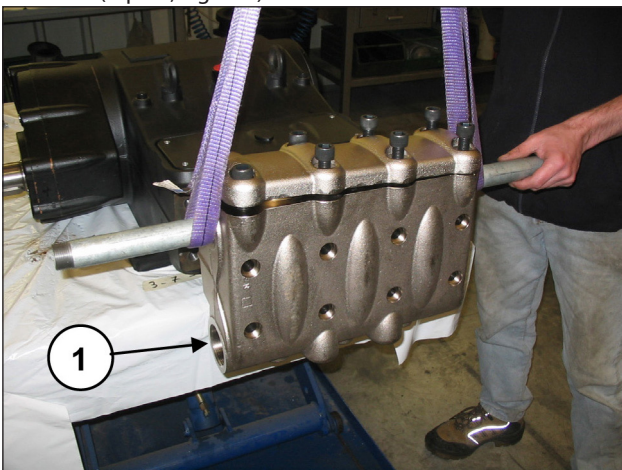
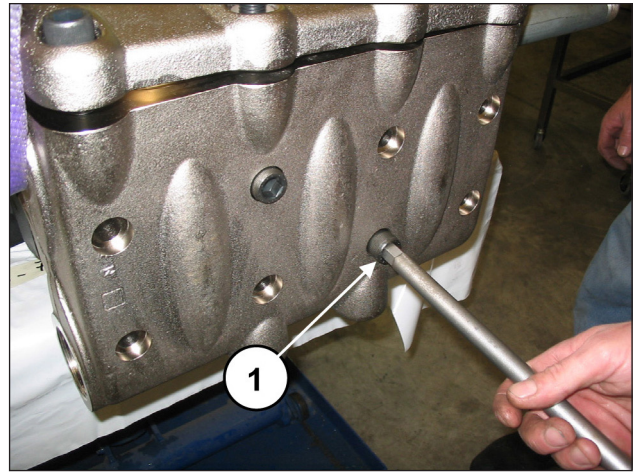

Fig. 107
Fig. 108
Monter la tête sur le carter de pompe (rep. ①, Fig. 107) en ayant soin de ne pas heurter les pistons puis visser les 8 vis M16x180 (rep. ①, Fig. 108).
Serrer les 8 vis M16x180 en partant des 4 vis internes et en les croisant (voir Fig. 107), puis passer aux 4 vis externes, toujours en croix.